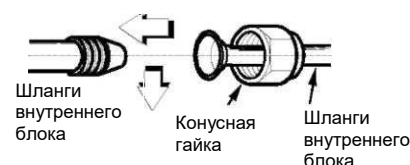

Рис. 24
- Надежно затяните гайку пальцами, а затем затяните ее гаечным ключом и гаечным ключом как показано на рис. 24 и 25.